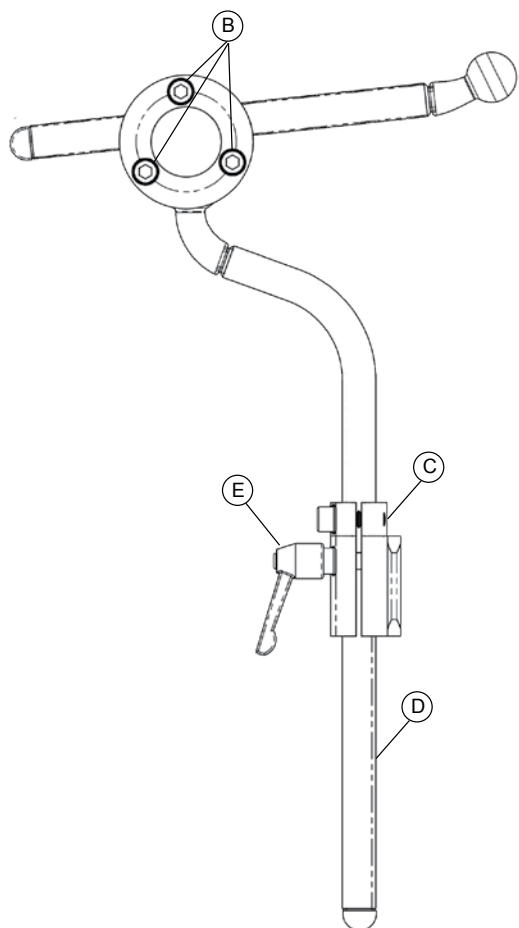
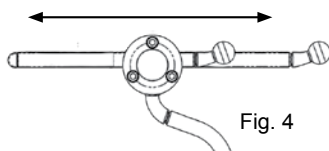
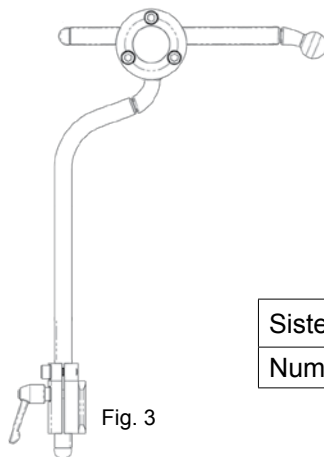

Fig. 1
Fig. 4
Fig. 3
1. Verticale - Allentare la leva di blocco (Fig. 1, E), regolare l'altezza al livello desiderato e abbassare il morsetto a collare (Fig. 1, C). Ruotare l'asta verticale per ottenere una maggiore regolazione in angolazione dell'insieme imbottitura/piastra di supporto.
2. Regolazione in profondità e in angolazione - Allentare le 3 viti di regolazione (Fig. 1, B) per regolare la profondità e l'angolo (Fig. 4 e 5). Ruotare l'asta orizzontale di 180° per ottenere una maggiore regolazione in angolazione (Fig. 3). Capovolgere l'asta verticale di 180° per ottenere una maggiore regolazione (Fig. 3).